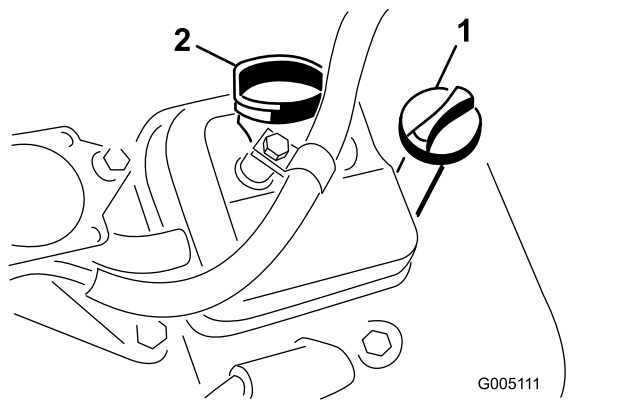

Figura 29
3. Introduza e atarraxe a vareta de nível no tubo (Figura 29).